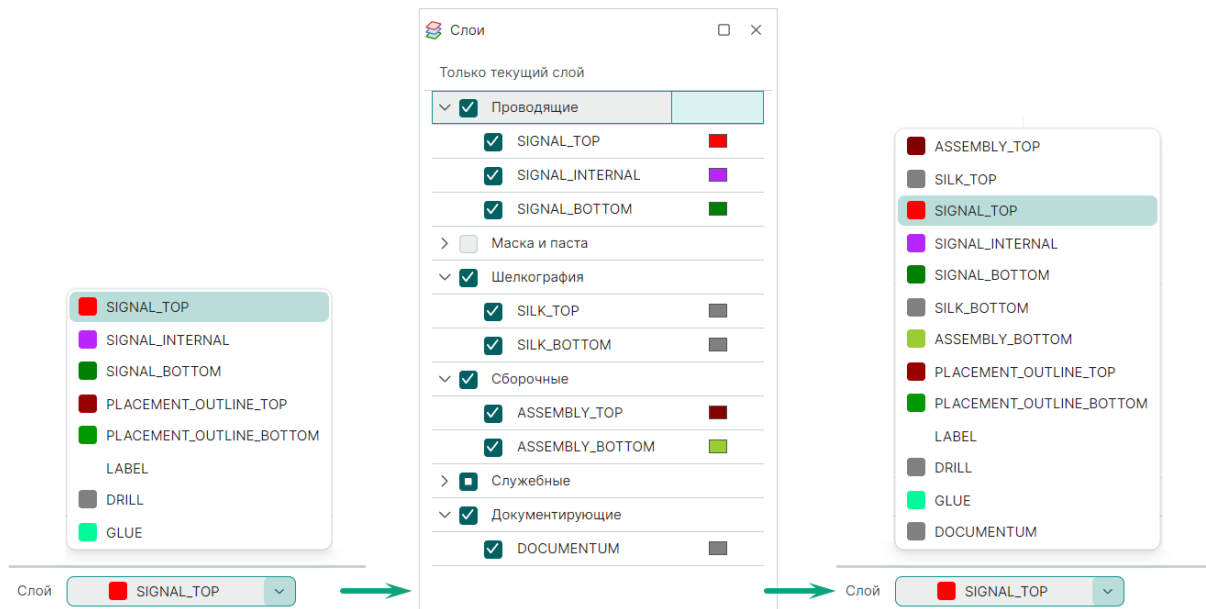

Рис. 110 Активация слоя
1. Выберите текущим один из слоев классов «SILK» («Шелкография»), «ASSEMBLY» («Сборочные») или «DOCUMENTUM» («Документирующие»), на котором необходимо разместить атрибут. Если данные слои не отображаются в выпадающем списке «Слои», то нужно активировать их в функциональной панели «Слои», см. Рис. 110.